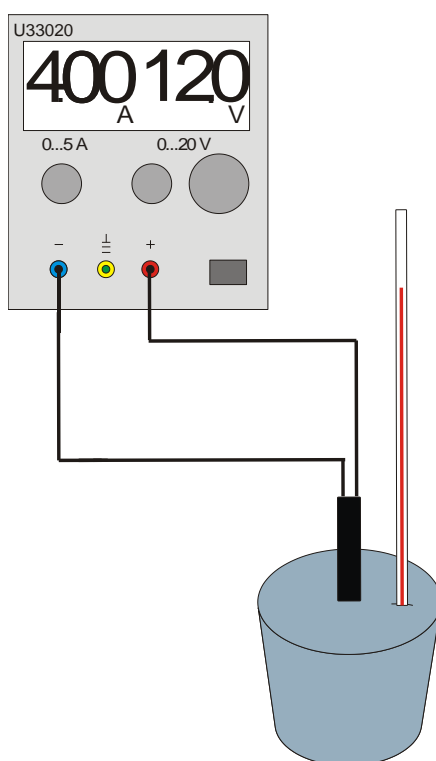

Fig. 1 Montagem experimental
- Estabelecer a ligação segundo Fig. 1.